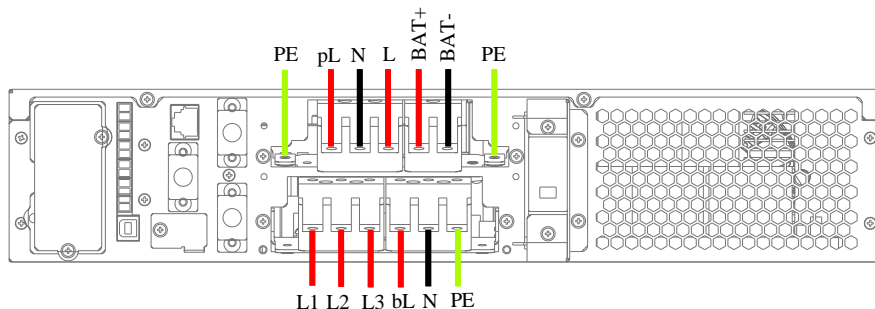

图2-22 接线示意图（三进单出、主旁不同源）
4. 将主路输入火线、旁路输入火线、输入中线和输入地线穿过接线盒过线孔，分别接到 UPS 输入输出端子排的输入火线端子（L1、L2、L3）、旁路输入火线端子（bL）、输入中线端子（N）和输入地线端子（PE）上，并拧紧固定螺钉。如图 2-22 所示。
5. 如图 2-22 所示，将输出火线、输出中线和输出地线穿过接线盒上盖板的过线孔，然后分别接到 UPS 输入输出端子排的输出火线端子（L）、输出中线端子（N）和输出地线端子（PE）上，并拧紧固定螺钉。